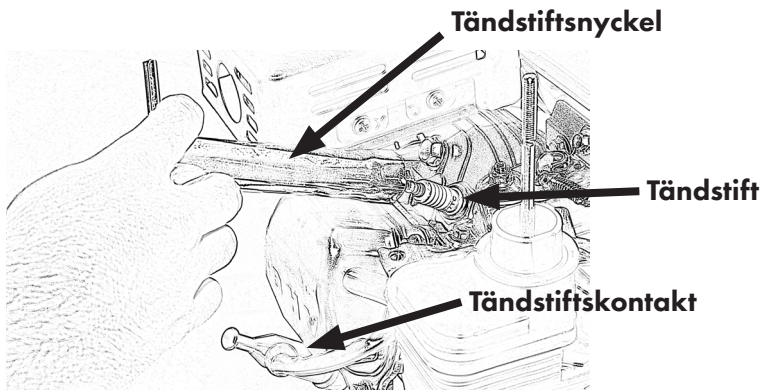

Bild 27
- Ta bort tändstiftslocket och lossa tändstiftet med hjälp av tändstiftsnyckeln, Fig. 27.